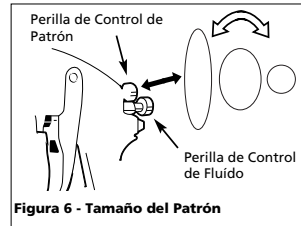

Figura 6 - Tamaño del Patrón
gire la perilla de control en sentido contrario a las agujas del reloj. Si desea un patrón circular, girela en el mismo sentido de las agujas del reloj (Vea la Figura 6).
- Seleccione la forma del patrón. Si desea cubrir una superficie amplia, gire la perilla de control en sentido contrario a las agujas del reloj. Si desea un patrón circular, gírela en el mismo sentido de las agujas del reloj (Vea la Figura 6).
- Gire la perilla de control totalmente en el mismo sentido de las agujas del reloj, para cerrarlo (Vea la Figura 6).